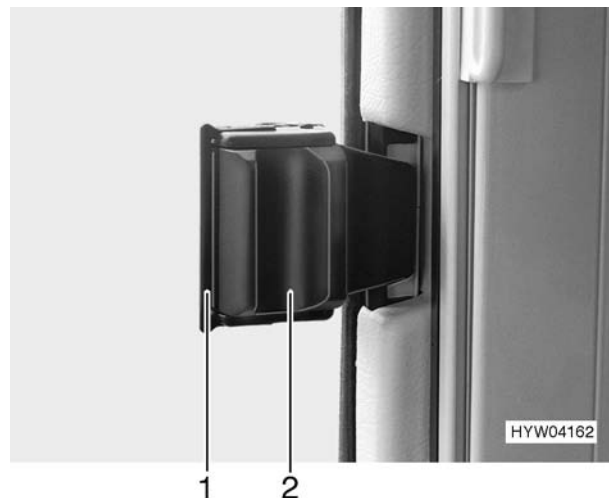

Bild 48 Schiebefenster
- Verriegelung (Bild 48,1) nach vorne ziehen.
- Griff (Bild 48,2) drücken und gleichzeitig nach vorne schieben.